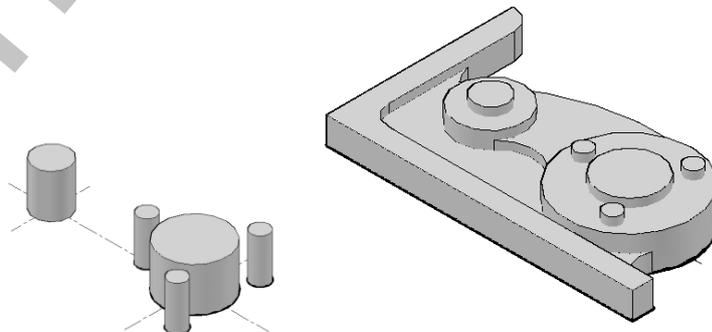

Рис. 8 Построение отверстий детали
5. постройте отверстия детали (рисунок 8) с высотой **20 мм**. Разместите объекты относительно друг друга.